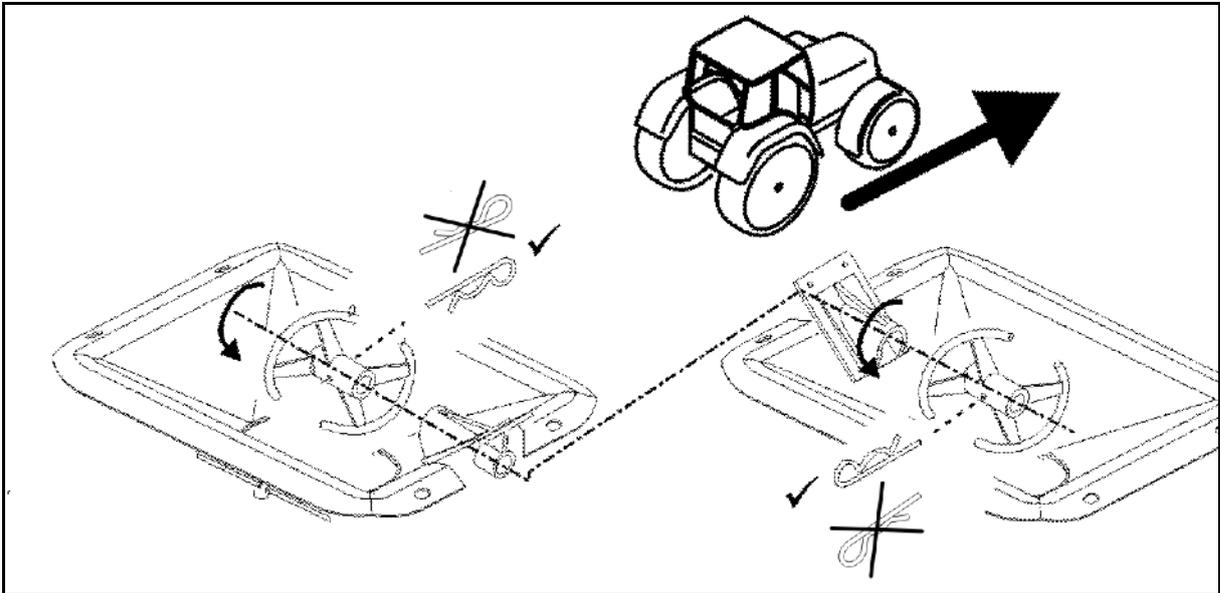

Fig. 49
- 6 tornillos de la célula de pesaje (Fig. 49/1)